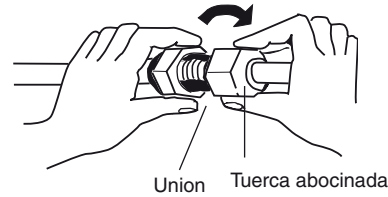

Fig. 5-5
- (3) Para realizar una conexión adecuada, alinee el tubo de unión y el tubo abocinado rectos entre sí, y enrosque entonces un poco al principio la tuerca abocinada para obtener un acoplamiento suave. (Fig. 5-5)